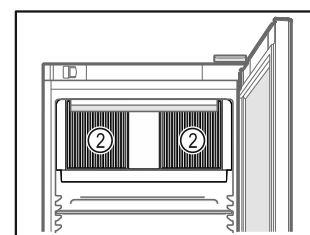

Fig. 61
- Se till att inte blockera ventilationsgallren *Fig. 61 (2)* för fläkten inne i skåpet.